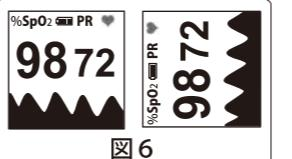

図6
- 測定中にファンクションボタンを押す毎に画面の表示向きを変えることができます。(図6)